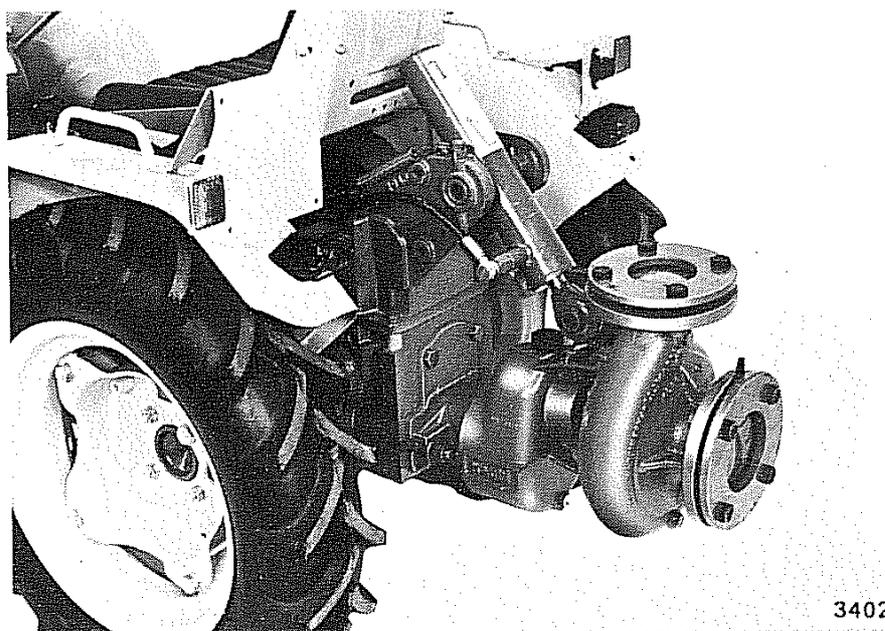

Fig. 63 - Pompa centrifuga
- Centrifuga irrigazione a scorrimento \varnothing 80, portata litri 700/1600, prevalenza ml. 44/13, tipo "FG80/S" (fig. 63).